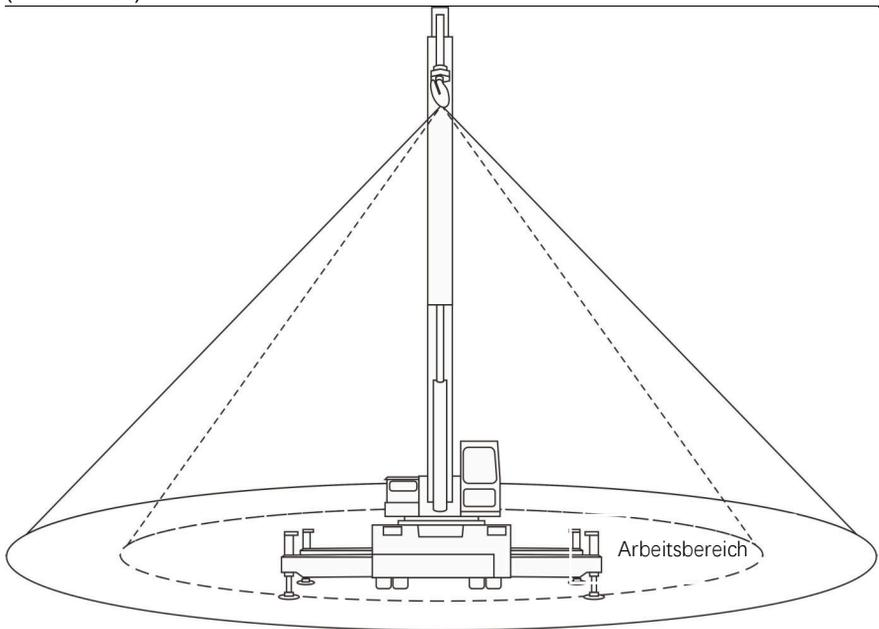

Abbildung 2
- Halten Sie sich nicht im Umkreis von 0,5-1 m des Hebebereichs auf! Während des gesamten Hebevorgangs darf sich niemand unter dem Kranausleger oder der Arbeitslast aufhalten. Siehe Abbildung 2.